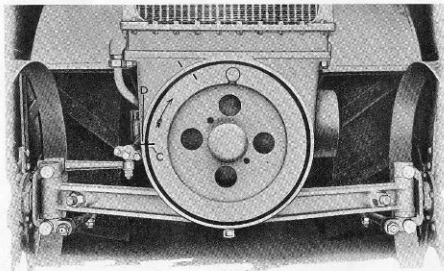

Fig. 98.
4. Motorns svänghjul vrides runt ett par varv för hand, varvid motorn renblåses. Därefter installeras svänghjulet på startläge, se fig. 98. Märket C på svänghjulet skall stå mitt för märket D på framstället.
8. Tänder motorn ojämt på någon av cylindrarna, håller man växelvis igen pumpspakarna (156), så att motorn får arbeta med endast en cylinder i taget, tills jämn tändning på båda cylindrarna inträder.
9. Motorns rörelseriktning är angiven av en pil på svänghjulet, se fig. 98. Om motorn vid starten går åt fel håll, hållas pumpspakarna (156, se fig. 10), igen, till dess motorn nästan stannat, då man hastigt pumpar till för hand, så att motorn vänder och går åt rätt håll. Om motorn vid detta förfarande stannar, måste den ovillkorligen renblåsas, ty om man upprepade gånger pumpar in större kvantiteter brännolja utan att blåsa ut gaserna, riskerar man att motorn rusar vid nästa igångsättning.